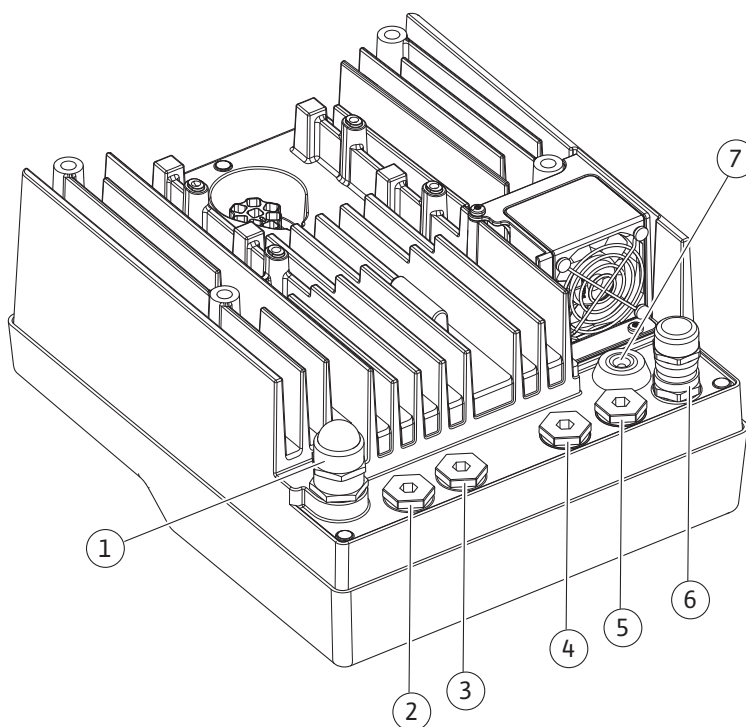

Fig. 10: Kabelske uvodnice/kabelski priključki
- CIF-modul na avtomatiki zgradbe (komunikacija po vodilu): Plašč se s kabelskim skoznijkom priključi na elektronski modul (Fig. 10).
4. Priključni kabel speljite skozi kabelsko uvodnico M25 (Fig. 10, poz. 1). Kabelsko uvodnico privijte s predvidenim navorom.